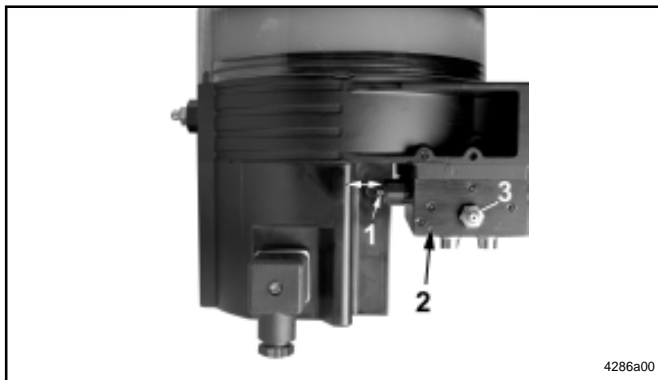

Fig. 12 – QLS 321 avec doseur SSV installé à l'arrière
- doseur SSV installé à l'arrière (voir Fig. 12)
- Si c'est le cas, déclencher un cycle de graissage supplémentaire et observer la tige de contrôle du doseur (Fig. 12). Si la tige de contrôle ne se déplace pas, cela signifie que le système est bloqué ou que le réservoir est vide, voir affichage "LL" sur l'afficheur.